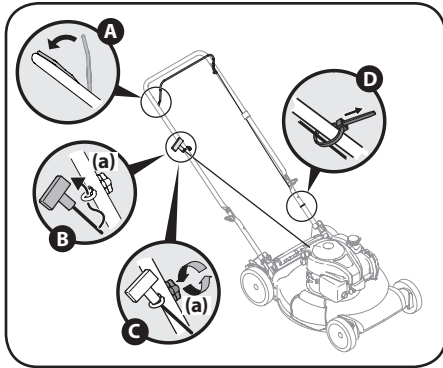

Figure 2-10
- Placez la manette à la position désirée pour changer la hauteur de coupe. Voir les Figures 2-10 et 2-11.
- Laissez la manette revenir vers le plateau de coupe. Voir les Figures 2-10 et 2-11.